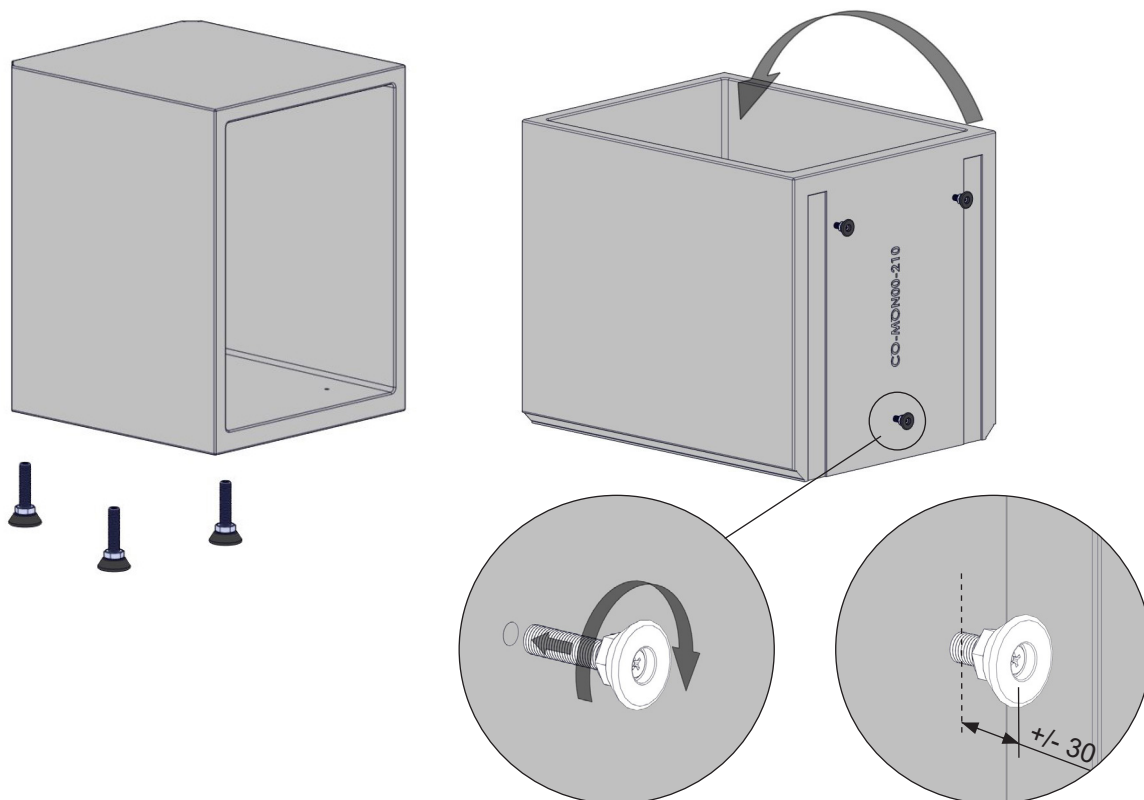

FIG 26
**NO:** Før endelig justering av stål rammen, monter vedhylle, sideplater og nedre front, for å se hvordan tilstøtende overflater og kanter passer mot hverandre. Montering av platene vises på FIG 26 – FIG 33.
**GB:** Before final adjustment of the steel frame, assemble the wood shelf to see how adjacent surfaces and edges match each others. Assembly of the panels is illustrated in Fig. 26 - 33.
**SE:** Före slutlig fixering av stommen, montera ved hyllan och provmontera sidoplattorna och nedre delen av fronten och kontrollera att angränsande ytor och kanter har god passning mot varandra. Montering av plattorna visas i fig. 26 till 33.
**FR:** Avant la fixation définitive d'une ossature de support, monter les plaques latérales et inférieure avant, afin de voir comment les surfaces et les bords adjacents coïncident. L'assemblage des plaques est représenté sur les Fig. 26 à 33.